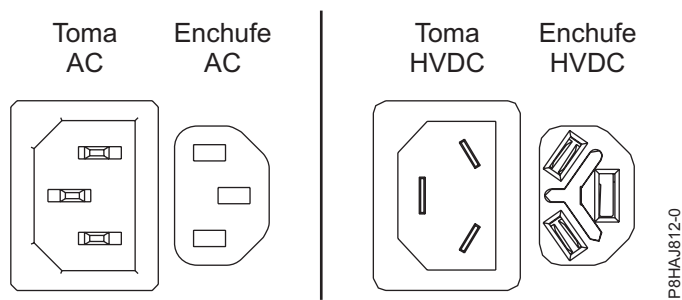
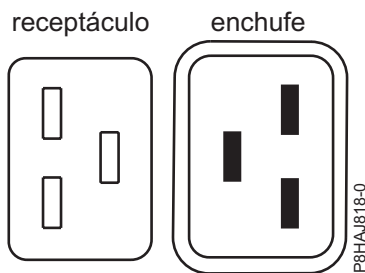
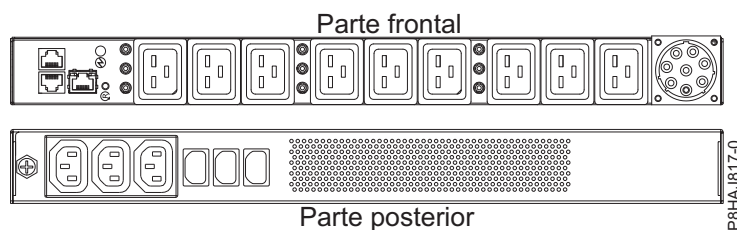

Figura 33. Conectores de CA y HVDC
Figura 34. Conectores para el sistema 8408-44E
Figura 35. PDU para el sistema 8408-44E
En Figura 33 se muestran los conectores admitidos de corriente alterna (CA) y de corriente directa de alto voltaje (HVDC). En Figura 34 y en Figura 35 se muestran los conectores admitidos y la unidad de distribución de alimentación (PDU) para 8408-44E.